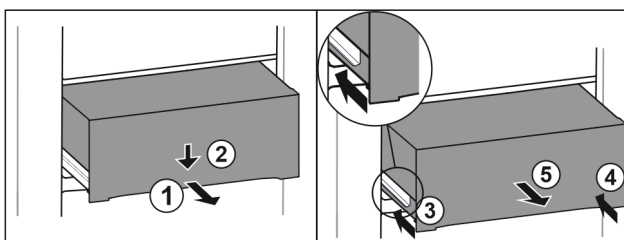

Fig. 97
- ▶ Trekk skuffen ut halvveis. Fig. 97 (1)
- ▶ Skyv skuffen foran nedover. Fig. 97 (2)
- ▶ Sett inn den venstre skinnen ca. 2 cm. Fig. 97 (3)
- ▶ Sett inn den høyre skinnen ca. 2 cm. Fig. 97 (4)
- ▶ Ta ut skuffen framover. Fig. 97 (5)